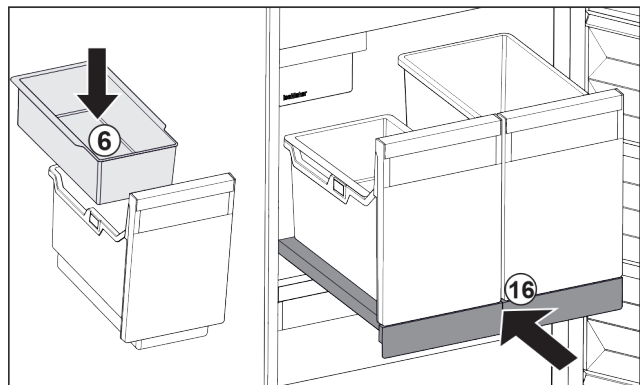

Fig. 125
- ▶ 安装冰块挂盘 Fig. 125 (6)。
- ▶ 将带有容器 (IceTower) 的拉出式搁板推入。 Fig. 125 (16)